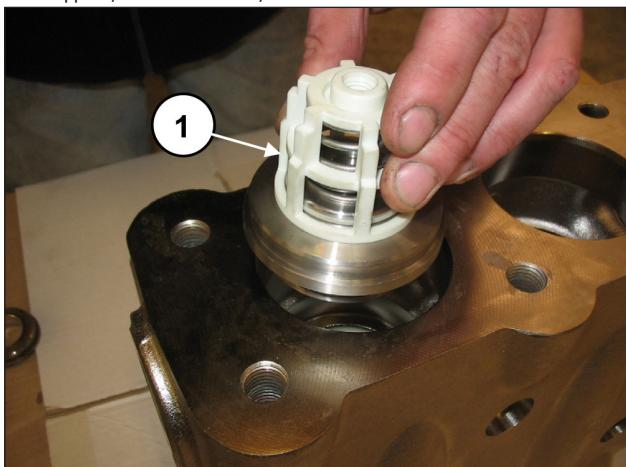
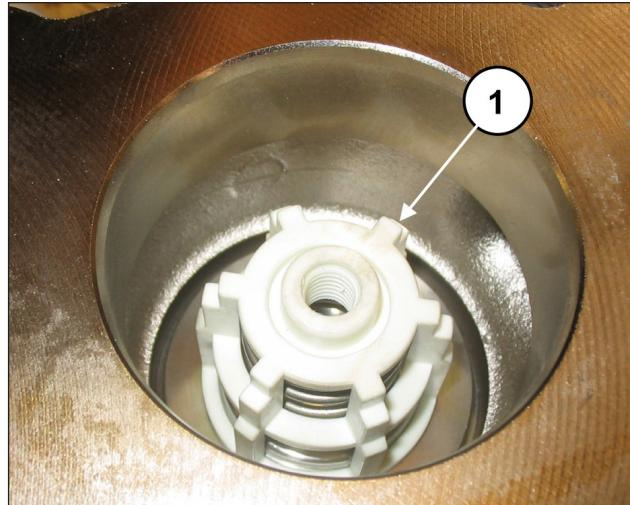

Рис. 120
Рис. 121
Вставьте узел нагнетательного клапана (поз. ①, Рис. 120). Клапанный узел должен быть вставлен до упора и выглядеть, как на поз. ①, Рис. 121.